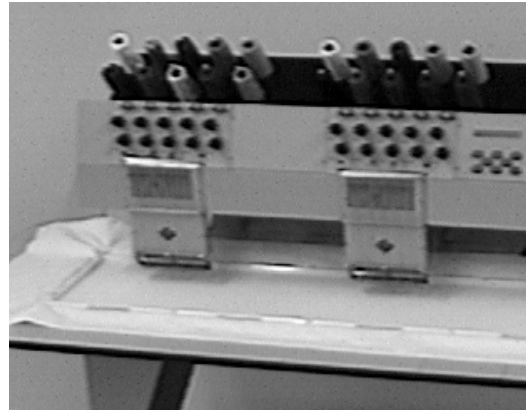

Figura 3-6
I disegni troppo grandi per entrare in un telaio standard possono essere ricamati usando l'intero telaio scorrevole. La Figura 3-6 mostra una parte del campo massimo di ricamo. Con il telaio scorrevole intero potete stendere un materiale grande sulla larghezza del telaio.
4. Attaccate il supporto con morsetti anteriore alla parte anteriore del telaio scorrevole. Verrà attaccato come il supporto con morsetti posteriore. Consultate la Figura 3-6.